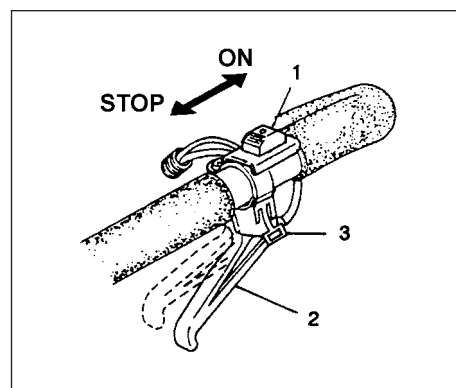

Рис. 2-2
1. Установить выключатель зажигания (1) в положение ON (ВКЛ). (Рис. 2-2)
2. Если имеется дроссельная заслонка (3), потянуть дроссельное пусковое устройство (2) и медленно отпустить блокируемый рычаг. (Fig. 2-2)